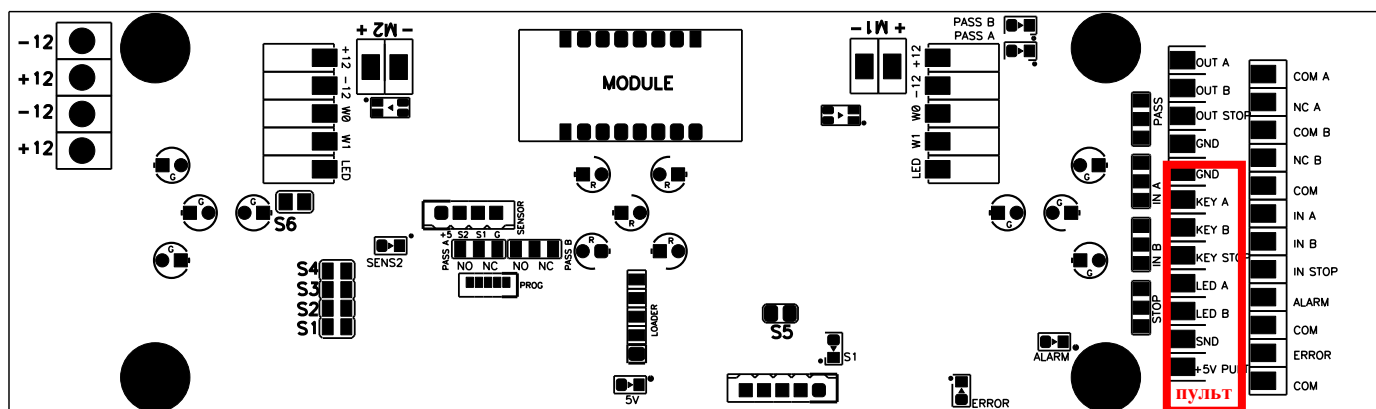

Рисунок 2.1.1 – Плата управления (сторона деталей)
- Пульт подключается только к плате управления турникетом (рисунок 2.1.1), при необходимости подключения к СКУД – использовать выходы контроллера OUT_A, OUT_B, OUT_STOP, предварительно установив в верхнее положение переключки STOP, IN_A, IN_B.